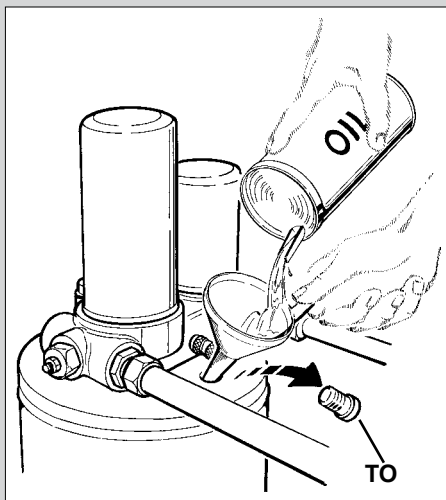

Рис. 45
- Открутите резьбовую пробку **TO**. Следите, чтобы из нее не вышло уплотнительное кольцо (рис. 45)
- Залейте новое масло, как описано в разделе «Проверка уровня масла и долив» (рис. 45)